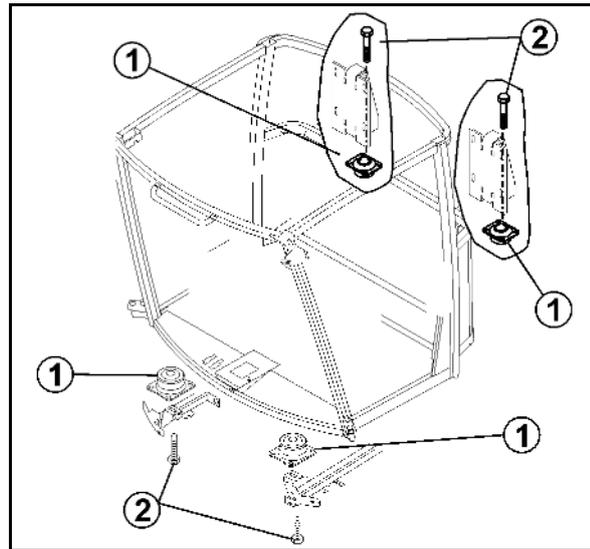

Fig. 190
1. Umluftgitter (Fig. 190/1) ausbauen.